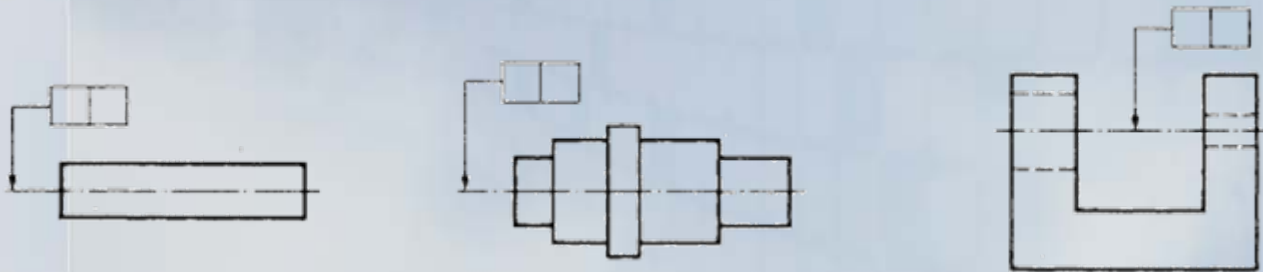

Figura 4.8 Sobre eje
- Sobre el eje, si se refiere al eje o plano de simetría de todos los elementos con eje común (figura 4.8).